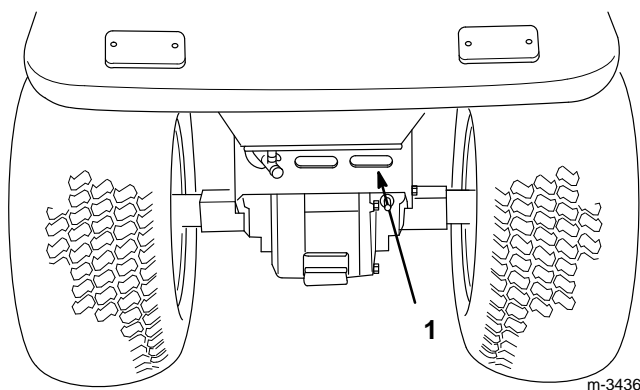

Figure 9
5. Le capot de la boîte-pont du pont arrière joue un rôle de prise d'air pour le refroidissement de la transmission. Le débarrasser des débris avant toute utilisation du tracteur (Fig. 9).